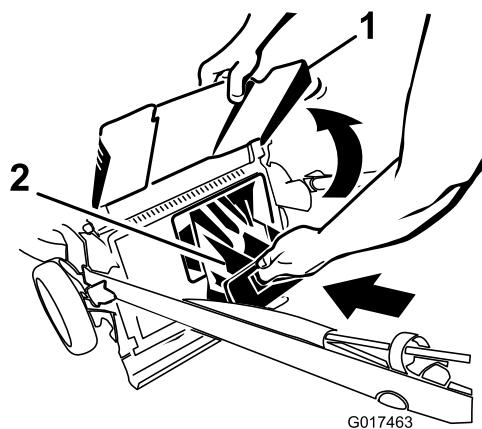
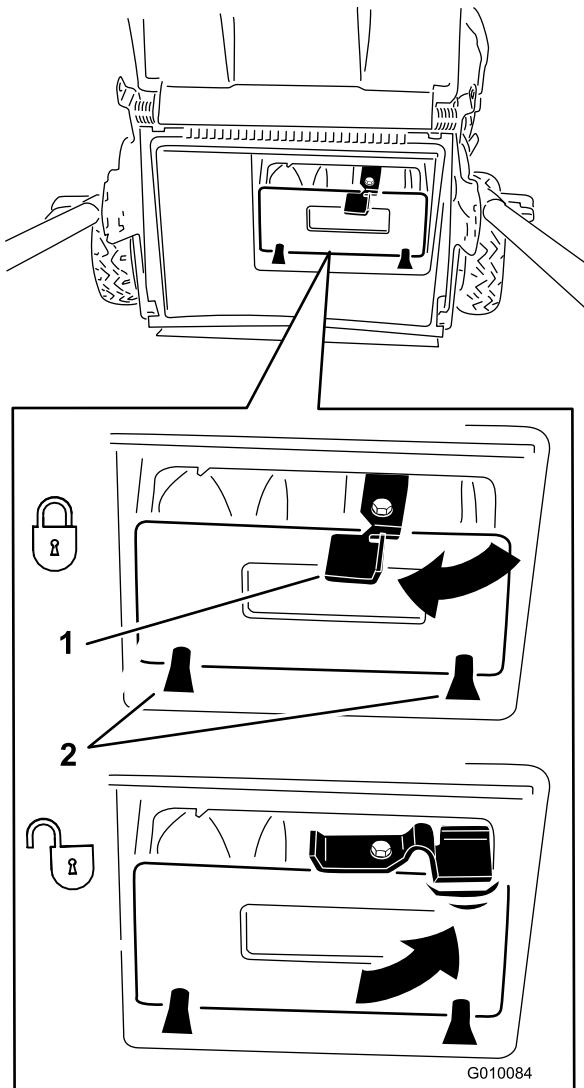

Figura 18
Figura 19
**Importante:** Asegúrese de que el tapón de descarga trasera está bloqueado en su sitio. Para bloquear el tapón: Levante el deflector de descarga (Figura 18), introduzca el tapón y presione firmemente hasta que encaje detrás de las pestañas, y gire la palanca del tapón a la izquierda (Figura 19).